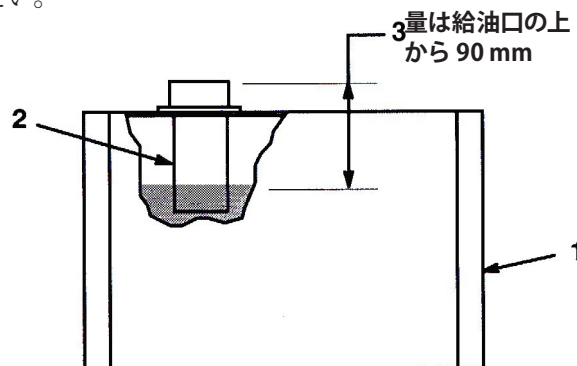

図16
2. オイル・タンク上部にあるキャップを取って油量を点検する。補給口の根元から90 mm 程度下の位置に油面があれば適正とする (図16)。